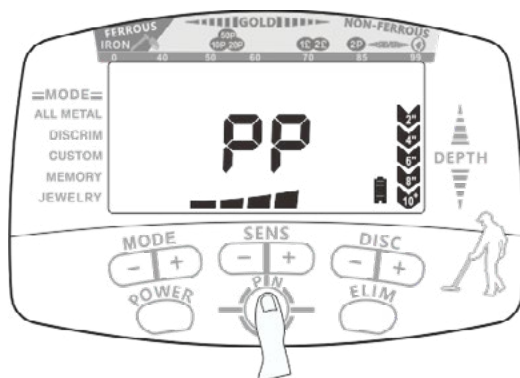

Fig.16 Mode P-P
1. Appuyez sur le bouton **PIN** sans lâcher (Voir Fig. 16). Le voyant de profondeur sera au maximum. Le détecteur émet un son de fréquence moyenne et le voyant **PP** scintille, ce qui signifie que le détecteur est en train de faire la balance. Quand c'est terminé, le voyant **PP** arrête de scintiller.
1. Appuyez sur le bouton PIN sans lâcher (Voir Fig. 16). Le voyant de profondeur est au maximum. Les deux lignes de voyants de catégories sont éteints. Le détecteur émet un son de fréquence moyenne et le voyant PP scintille, ce qui signifie que le détecteur est en train de faire la balance. Quand c'est fait, le voyant PP arrête de scintiller. Si les voyants de catégories de cibles ne sont pas éteints, lâchez la touche PIN et ré-appuyez dessus sans lâcher.